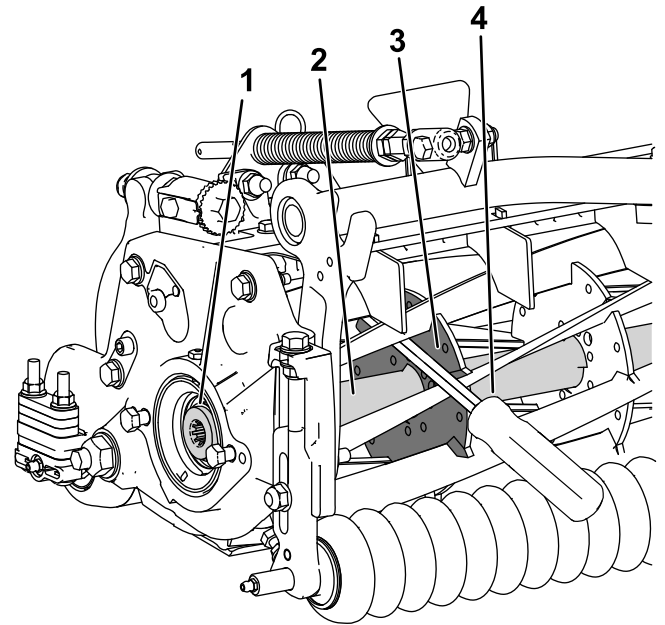

图 28
1. 将一根长柄撬棍建议尺寸为 0.95cm x 30.48cm 带螺丝刀柄插入滚刀组前面最靠近需要扭转的滚刀组一侧图 28。
2. 将撬棍靠着内部滚刀组加强板的焊接侧放置图 28。